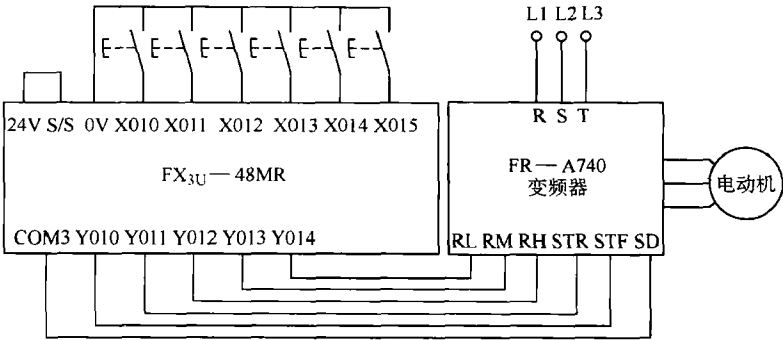

图 8-14 变频器三速控制接线图
(1) 控制要求 按正转(反转)起动按钮，电动机起动并以低速 25Hz 频率运行；按中速按钮电动机切换到 35Hz 频率运行；按高速按钮电动机切换到 45Hz 频率运行；按停止按钮，电动机停止运行；三种速度任何时候可以进行切换，可以实现正转和反转的切换。
(2) I/O 分配及接线图 X010：正转起动；X011：反转起动；X012：停止；X013：低速按钮；X014：中速按钮；X015：高速按钮；Y010：变频器 STF；Y011：变频器 STR；Y012：RH；Y013：RM；Y014：RL。接线图如图 8-14 所示。